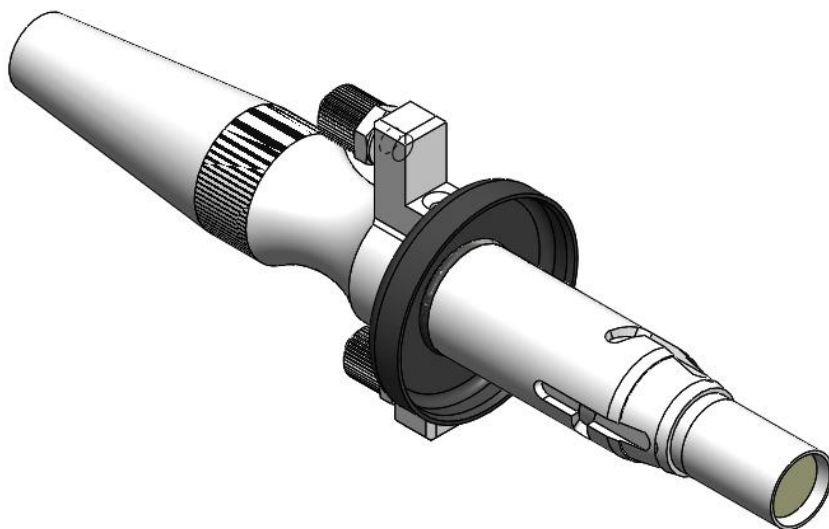

图3.3
- ② 将配件中白色小盒子内的防尘套套进光纤头上，如下图3.3所示：